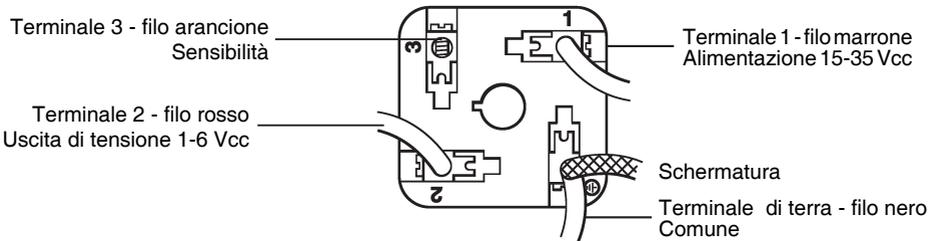

Fig. 6 - Cablaggio del blocco connettore del preamplificatore
4.5 Connessioni elettriche per entrambe le versioni (Fig. 6)